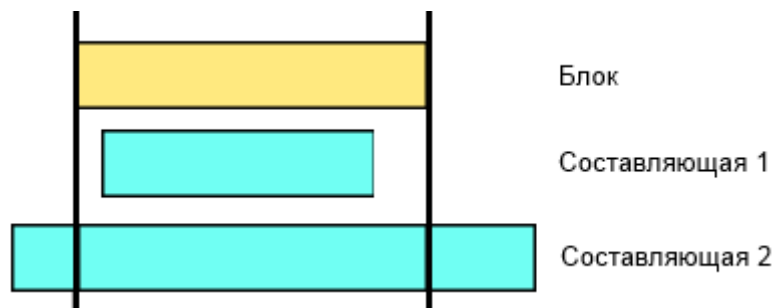

Рисунок 13.73 – Заявки на блок и составляющие, сроки ремонта которых пересекаются со сроком ремонта блока
- б) Поданы заявки на блок и составляющие блока, сроки ремонта которых пересекаются со сроком ремонта блока (Рисунок 13.73), при этом: